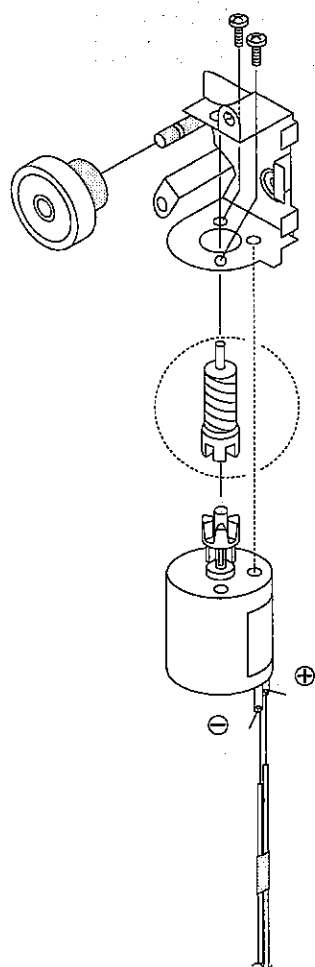

图1-53
- ① 取出旧的磁带装挂马达。按上图（图1-53）所示要求装换新的磁带装挂马达。